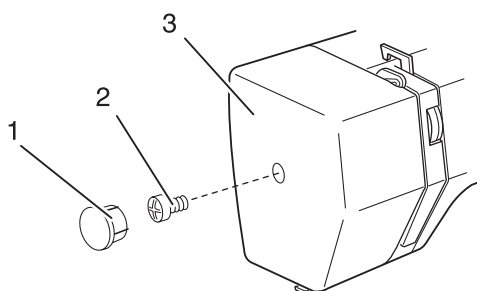

Рис. 1
- Извлеките заглушку 1 (рис. 1).